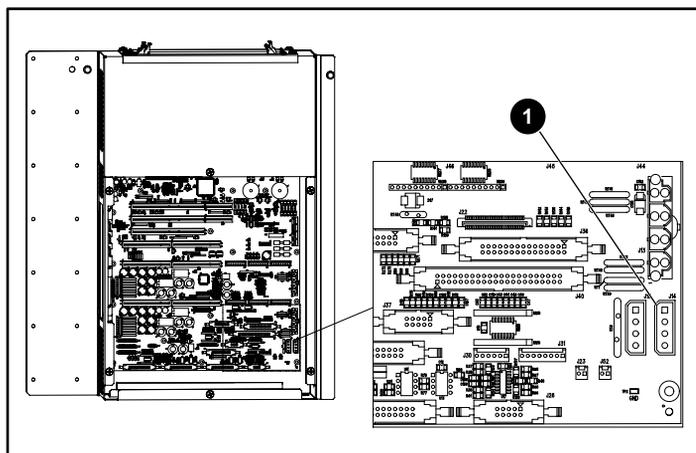

図6: J14に接続する
- ① 電子カバー
5. ファン電源ケーブルをPCIシャーシに配線します (図6を参照)。
6. ファン アセンブリをPCIバックプレーン上のJ14に接続します (図6を参照)。